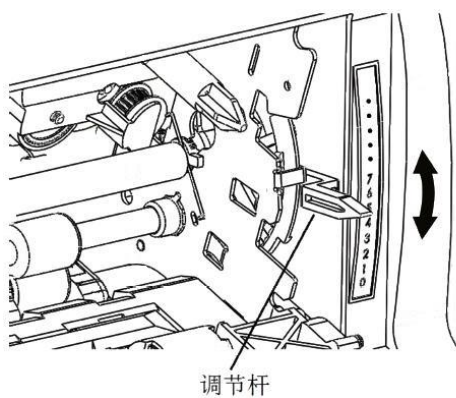

图 3
- 3) 进纸前先打开透明板,请按图3所示根据纸张的厚度调整调节杆的位置。调整方法见本章 2-4部分。